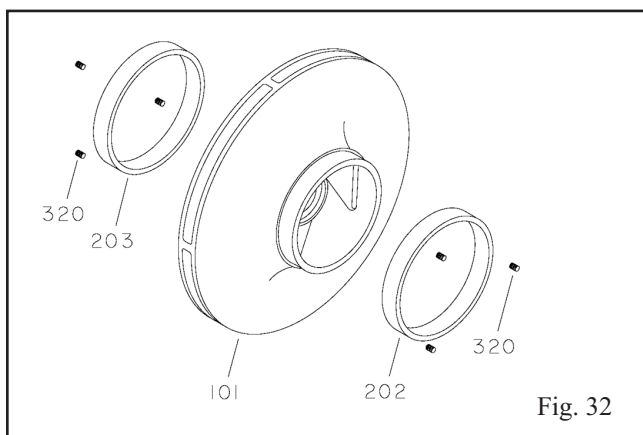

Fig. 32
2. Aqueça os novos anéis de desgaste do impulsor (202 e 203) até 82° - 93° C (180° - 200° F) usando um método uniforme de aquecimento (por exemplo, o forno) e os coloque nas fixações do anel de desgaste (101) do impulsor (Fig. 32).